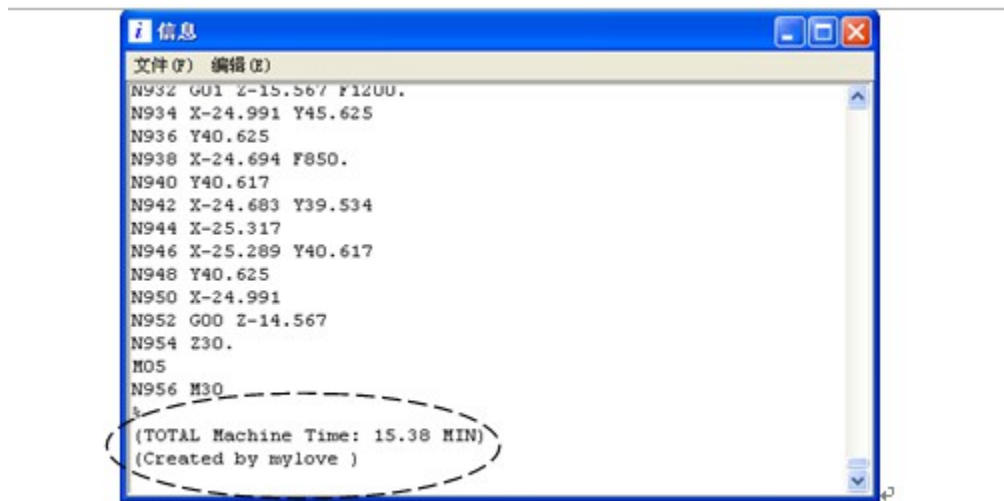

图8-11 显示加工时间。
- 一般情况下加工时间都会显示在后处理程序中的最后位置，如图 8-11 所示，可以看到此程序的加工总时间为“15.38min”。